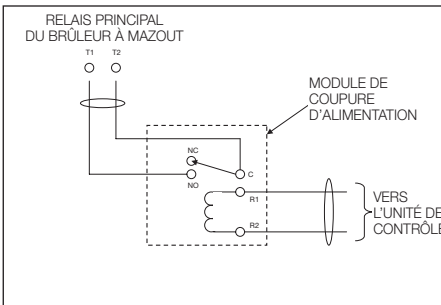
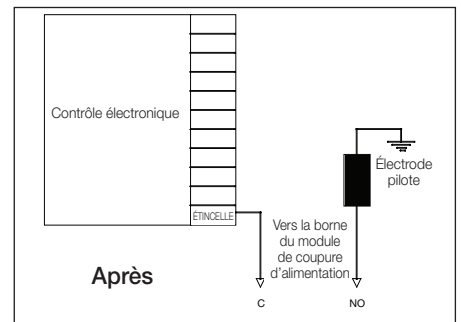
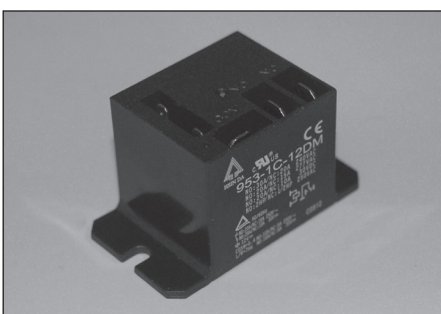
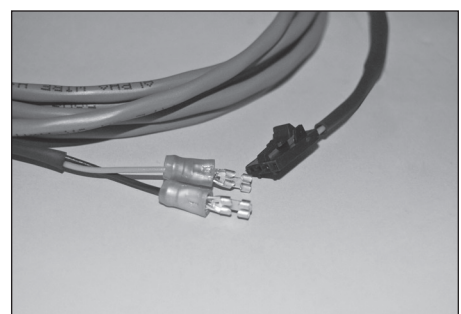

Figure 8
Figure 12
Figure 14
Figure 15
3. En utilisant un câble de thermostat à deux conducteurs (fournis par l'installateur), installer les bornes embrochables à une extrémité du câble et fixer les bornes à l'autre extrémité du câble. Connecter le câble de la borne C (commune) et NO (normalement ouverte) du module de coupure d'alimentation aux bornes TT du relais principal du brûleur à mazout comme indiqué aux **Figures 8 et 9**. Installer le câble de connexion **Figure 15** aux bornes R1 et R2 du module de coupure d'alimentation. Acheminer le câble de connexion vers l'unité de contrôle et insérer l'extrémité du connecteur de verrouillage dans la carte de circuit imprimé.
3. En utilisant un câble de thermostat à deux conducteurs, installer les bornes embrochables à une extrémité du câble puis fixer les bornes à l'autre extrémité. Connecter le câble de la borne C (commune) du module de coupure d'alimentation **Figure 14** à la borne SPARK (étincelle) du contrôle électronique et à la borne NO (normalement ouverte) de l'électrode pilote comme indiqué sur le schéma 2, **Figures 12 et 13**. Remarque : Tous les efforts ont été faits pour fournir toute la quincaillerie nécessaire à l'installation. Toutefois, les connexions des bornes utilisées pour raccorder l'électrode pilote au contrôle électronique varient d'un fabricant à l'autre. Bien que différents connecteurs utilisés par les principaux fabricants soient inclus avec le WDS, les connecteurs spécifiques à l'installation concernée peuvent ne pas être inclus. Si le connecteur requis n'est pas inclus, il peut être acheté localement auprès de tout magasin d'équipement électronique. Installer le câble de connexion **Figure 15** sur les bornes du module de coupure d'alimentation R1 et R2. Acheminer le câble de connexion vers l'unité de contrôle et insérer l'extrémité du connecteur de verrouillage dans la carte de circuit imprimé.